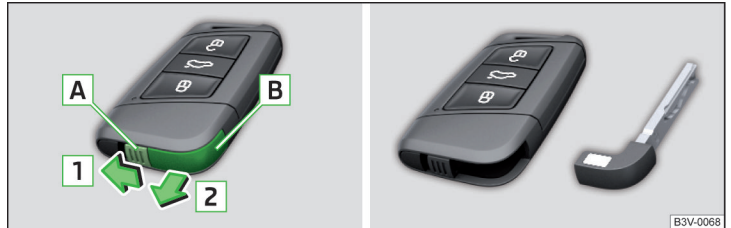

Abb. 36 KESSY-Schlüssel
- Die Rastnase **A** in Pfeilrichtung **1** entriegeln » Abb. 36.